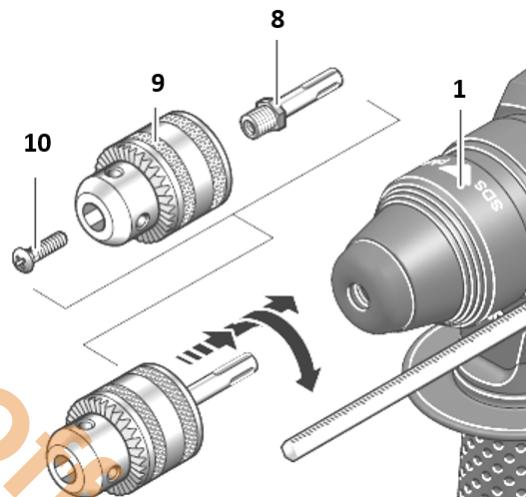

Рисунок 2.2.1. Установка патрона с зубчатым венцом.
1. Ввинтите посадочный хвостовик SDS-plus «8» в сверлильный патрон с зубчатым венцом «9» (рисунок 2.2.1.).